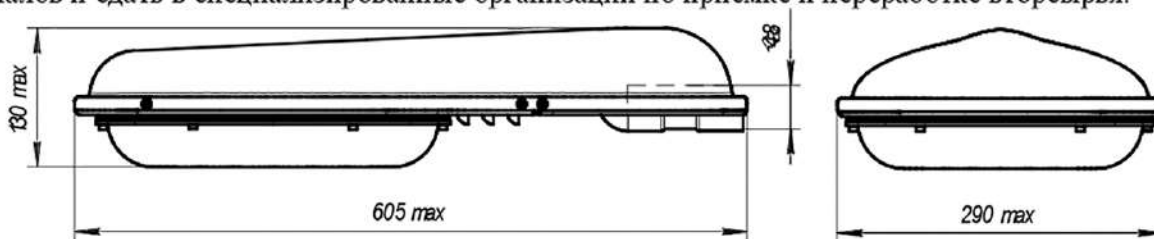

Рис.1
1.1. Светильник серии GALAD ПОБЕДА LED (рис.1) со светодиодными источниками света устанавливаются на опорах с Г-образным кронштейном диаметром 48 мм под углом 15...20 град. к горизонту и предназначены для освещения улиц, дорог со средней и низкой интенсивностью движения транспорта, автостоянок, железнодорожных платформ, дворовых территорий и т.п.